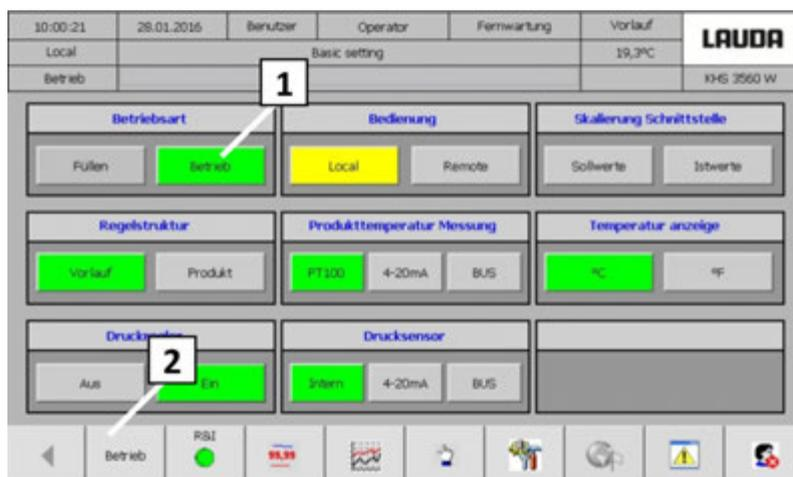

Fig. 73: Écran réglage de base
14. Commuter le bouton de sélection de l'écran tactile de « Remplissage » à « Fonctionnement » (Voir la Fig. 73 [1])
16. Ouvrir l'écran fonctionnement (Voir la Fig. 73 [2])